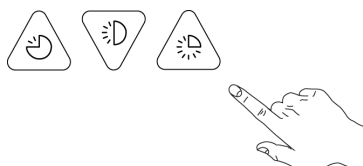

Fig.15
- 4- Selezionare il ciclo di lavaggio premendo il TASTO "C", "D" o "E". (Fig.15)